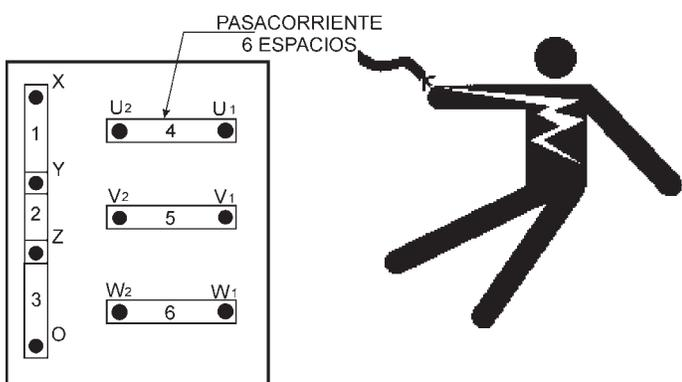

Figura 15. Tablero de Inversión de Voltaje
Un amplio rango de voltajes están disponibles para suministrar voltajes para diferentes aplicaciones. Los voltajes son seleccionados aplicando placas pasacorriente (6) al **tablero de inversión de voltaje** (Figura 15). Para obtener algunos de los voltajes como figuran en la Tabla 6 (ver abajo) requerirá fino ajustamiento usando el **regulador de voltaje (VR) perilla de control** localizado en el panel de control.
El tablero de inversión de voltaje (Figura 15) es localizado en la caja de control, detrás del panel de control del generador. Este tablero a sido provisto para facil selección de voltaje.